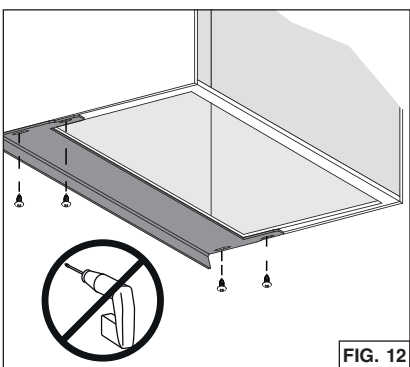

FIG. 12
7. Trois différents formats de bandes protectrices sont incluses avec ces appareils. Elles conviennent à des armoires allant jusqu'à 13 po de profondeur. Pour des armoires allant jusqu'à 15 po de profondeur, un autre ensemble de 4 bandes protectrices est offert (commander HADTBN30). Choisir la bande qui peut couvrir la lisière arrière de l'armoire. Utiliser 4 vis à bois à tête bombée n° 6 x 1/2 po (incluses) pour la fixer (FIG. 12).